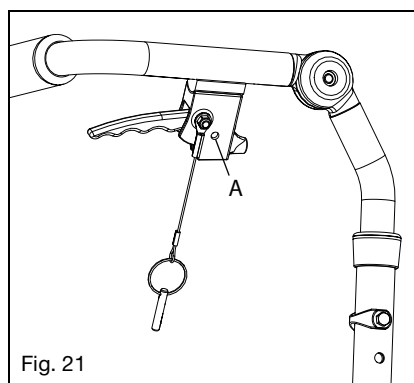

Fig. 21
- a. Determine qué estilo de vara de espaldar y gatillo se proporcionaron con la silla comprobando las imágenes de las Figs. 21 y 22.
- c. Inserte el pasador, unido por un cordón al gatillo, en el orificio del gatillo manual (Fig. 21:A y 22:A).
- Determine qué estilo de vara de espaldar y gatillo se proporcionaron con la silla comprobando las imágenes de las Figs. 21 y 22.